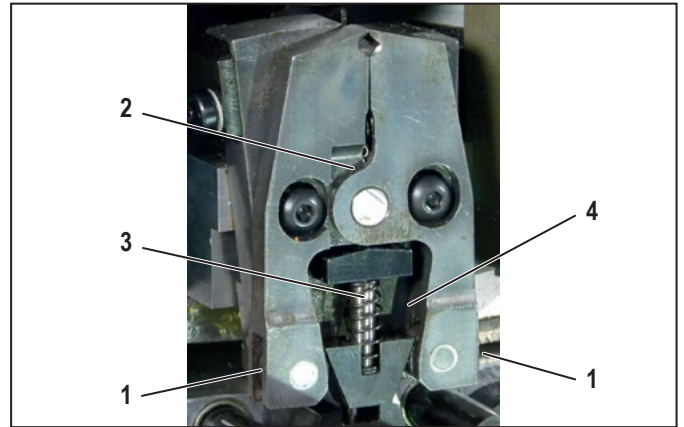

Figura 7.6 Pinza crimpatrice
Assicurarsi di non aver perso l'anello distanziale (Figura 7.6, 1) posta nell'albero a destra.
- Accertarsi che i rulli (1) sulla pinza crimpatrice possano muoversi liberamente.
- Accertarsi che i rulli (2) sulle tenaglie di bloccaggio terminali possano muoversi liberamente.
- Oliare il perno guida (3) dell'unità di bloccaggio terminali.
- Oliare le superfici di scorrimento laterali (4) dell'unità di bloccaggio terminali.
- Re-inserire l'unità di fissaggio trefoli e assicurarsi che l'anello distanziale (Figura 7.6, 1) sia alloggiata nell'albero a destra.